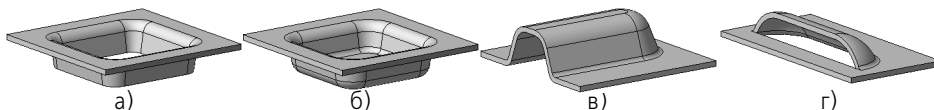

Рис. 93.1. Штамповочные элементы
- ▼ открытая и закрытая штамповка (рис. 93.1, а и 93.1, б),
- ▼ буртик (рис. 93.1, в),
- ▼ жалюзи (рис. 93.1, г).